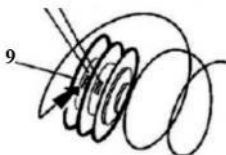

Рис.18
3.Удалите старую леску из катушки (9)
4.Свернутый конец новой лески вставьте в направляющее отверстие держателя катушки с леской (9) См.рис.18